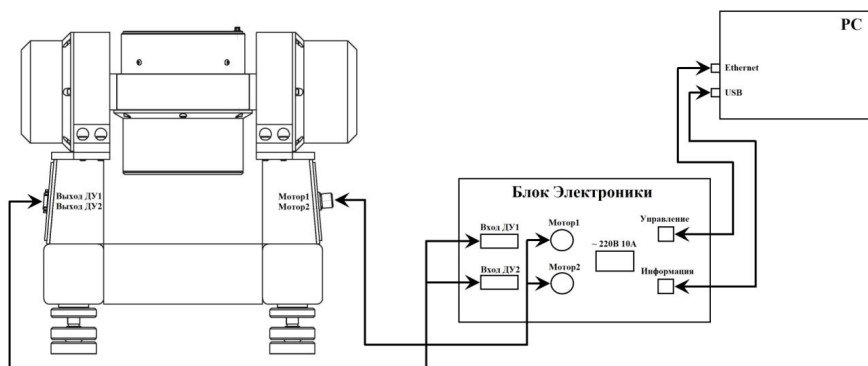

Рис. 1 – Схема подключения
- Произвести подключения составных частей изделия согласно схеме (рис. 1).